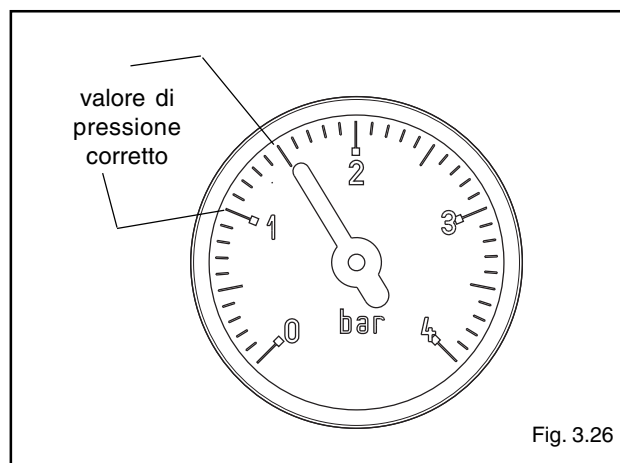

Fig. 3.26
- aprire di due o tre giri il tappo della valvola di sfogo aria automatica (A)
- aprire il rubinetto di riempimento (C) fino a che la pressione indicata dall'idrometro sia compresa tra 1 e 1,5 bar (fig. 3.26).